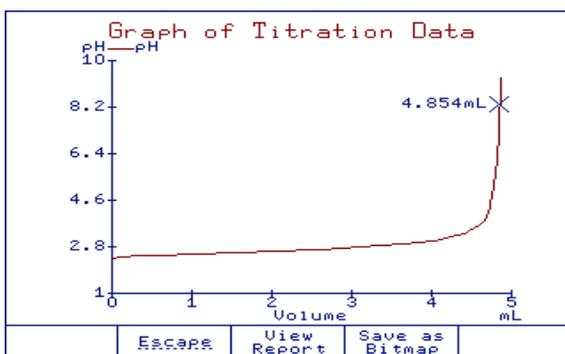

Figura 3 Punto Fijo (pH)
**Punto Final Fijo (pH)** Se muestran las lecturas de pH frente al volumen de titulante (consulte la Figura 3).